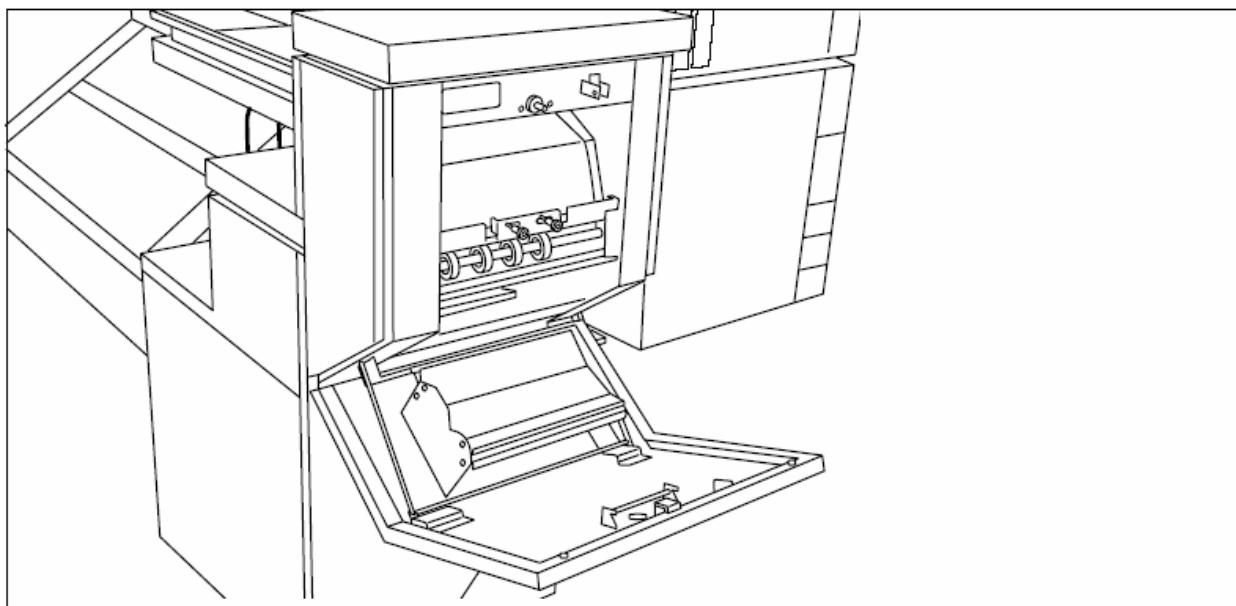

Рисунок 143: Показано, как открывать дверцу ленточного устройства вывода
1. Откройте верхнюю дверцу устройства ленточного вывода (смотрите рисунок 143).